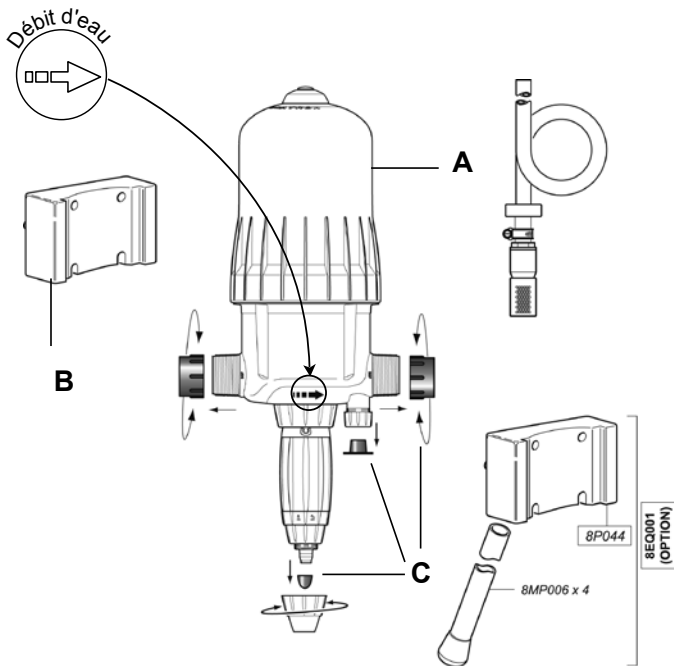

Fig. 1
- Engager les queues d'aronde du DOSATRON (**Fig. 1-A**) dans le support mural (**Fig. 1-B**).
- Enlever les bouchons de protection (**Fig. 1-C**) qui obturent les orifices de votre DOSATRON avant de le raccorder sur le réseau d'eau.